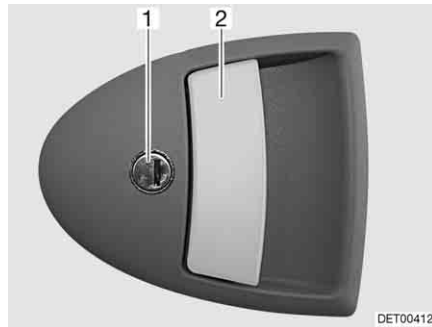

Fig. 44 Serratura della porta di ingresso, lato esterno
- Inserire la chiave nel cilindro della serratura (Fig. 44,1) e ruotare fino a quando la serratura della porta si sblocca.
- Tirare la maniglia della porta (Fig. 44,2). La porta è aperta.
- Inserire la chiave nel cilindro della serratura (Fig. 44,1) e ruotare fino a quando la serratura della porta si blocca.